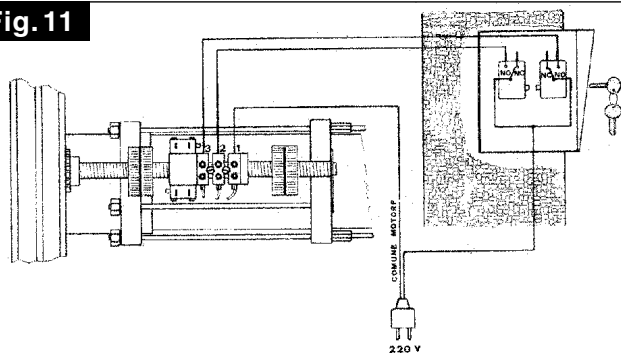

Fig. 12
Para a realização da instalação eléctrica com fotocélulas de segurança e radiocomando siga o seguinte esquema (fig. 12):
**NOTA.** A secção e o número dos fios está indicado no desenho (fig. 12), para comprimentos superiores a 100 m aumente a secção dos fios.